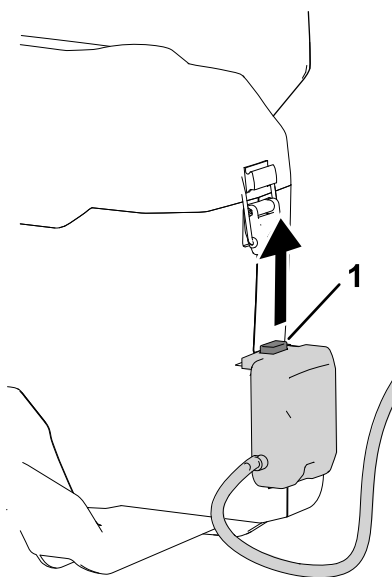

Figura 7
2. Premete il pulsante di blocco sul connettore della batteria e tiratelo per separare il supporto dallo zainno (Figura 7)